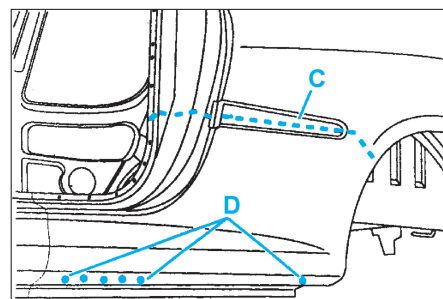

FIG. 92
- les coupes par cordons successifs au MIG suivant (C) et meuler (Fig.92) et,